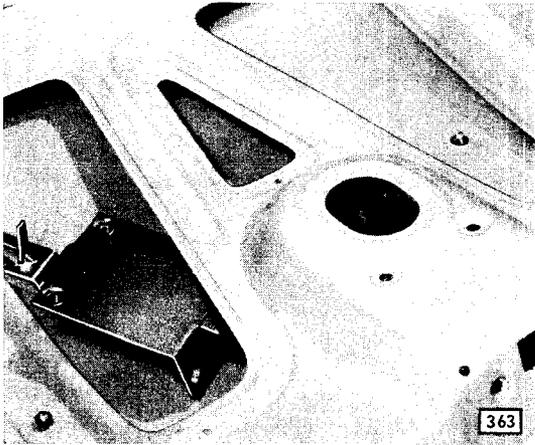

Bild 169 - Laderaumtürschloß herausnehmen
3. Laderaumtürschloß abschrauben und gemäß Bild 169 herausnehmen.